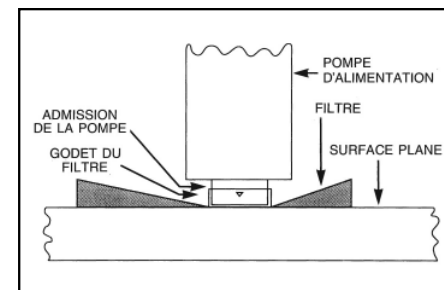

fig. 4
- D) Posez le filtre neuf sur la pompe en l'orientant de la même manière que le filtre d'origine. Posez le filtre sur une surface plane et propre et enfoncez la pompe droit dedans jusqu'à qu'il se mette en place et soit solidement enfoncé sur la pompe (Voir fig. 4).